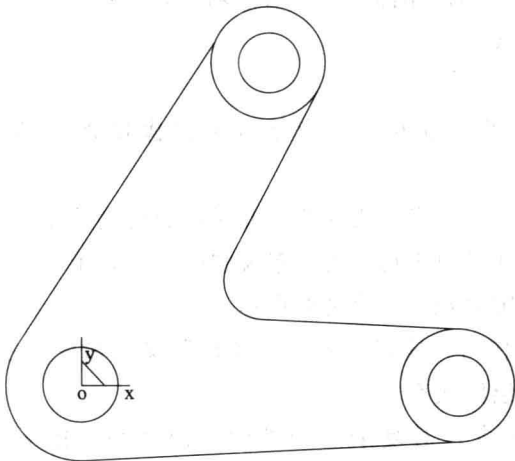

图 1.9 连杆平面图
(4) 单击“剪裁”图标→单击剪裁多余线→回车结束。
(5) 单击“圆弧过渡”图标→圆弧过渡→输入“半径”10→输入“精度”0.01→裁剪曲线1→裁剪曲线2，分别拾取两条裁剪曲线→右击结束，结果如图 1.9 所示。